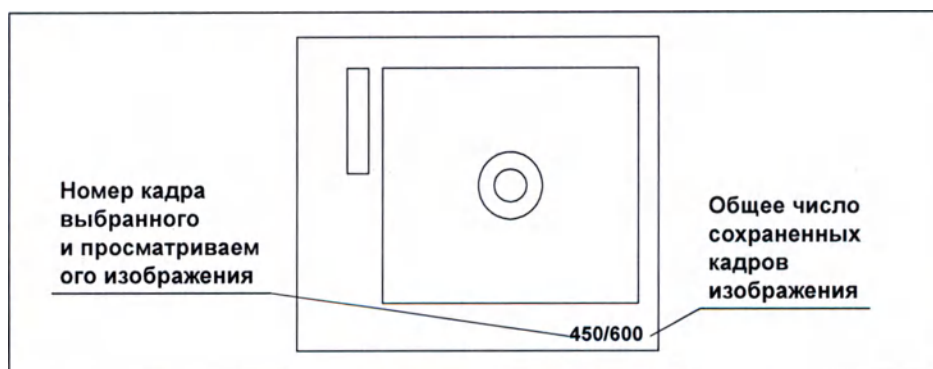

Рисунок 7.44
- Номер кадра, отображаемый на дисплее монитора, представляет собой «Номер кадра выбранного и просматриваемого изображения»/«Общее число сохраненных кадров изображения». (см. рис. 7.44)